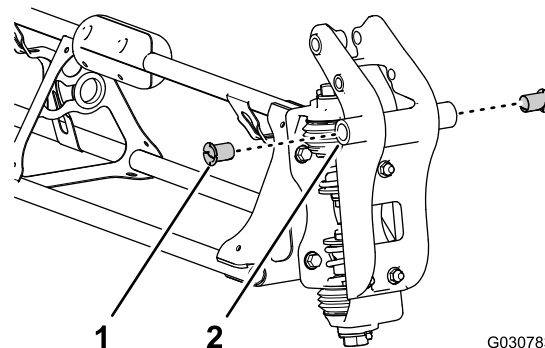

Bild 99
2. Legen Sie eine Nylonbundbüchse in das 31,8 mm große Loch an jeder Seite des Drehzapfen-Anschlussstückes (Bild 99).